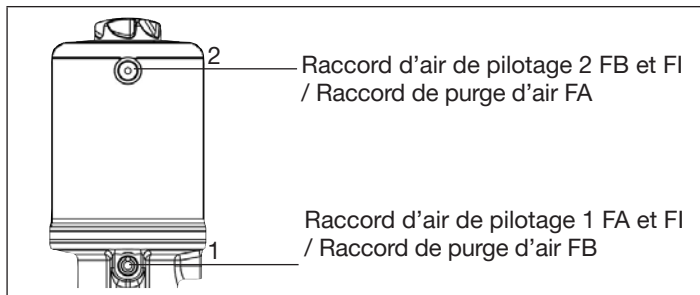

Fig. 10 : Raccordement pneumatique
- Raccorder le fluide de pilotage au raccord d'air de pilotage 1 de l'actionneur (voir « Fig. 10 : Raccordement pneumatique »).
- Raccorder le fluide de pilotage au raccord d'air de pilotage 1 et 2 de l'actionneur (voir « Fig. 10 : Raccordement pneumatique »).